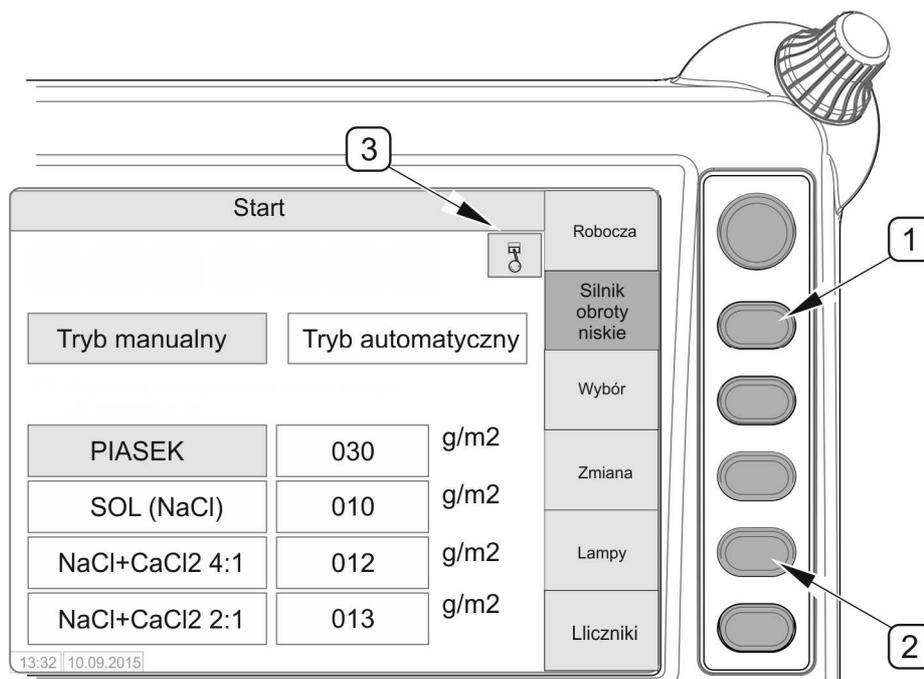

ABBILDUNG 4.30 Anhalten des Motors
Auf der Startseite „Start“ des Steuerpults (ABBILDUNG 4.30) wird durch kurzes Drücken der Taste (1) die Drehzahl des Motors verringert, was durch Das Erlöschen der Kontrollleuchte angezeigt wird. Bei niedriger Drehzahl ein paar Minuten warten und anschließend den Motor durch Drücken der Taste (1) für 3 Sekunden den Motor ausschalten. Auf der Anzeige des Steuerpults erlischt die Kontrollleuchte (3). Mithilfe der Taste (2) die Leuchten der Streumaschine ausschalten und anschließend den Hauptschalter auf dem Steuerpult in die Stellung OFF stellen.